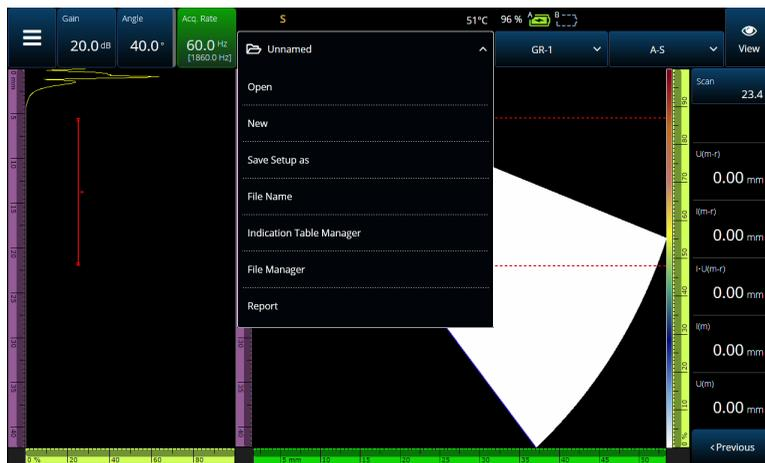
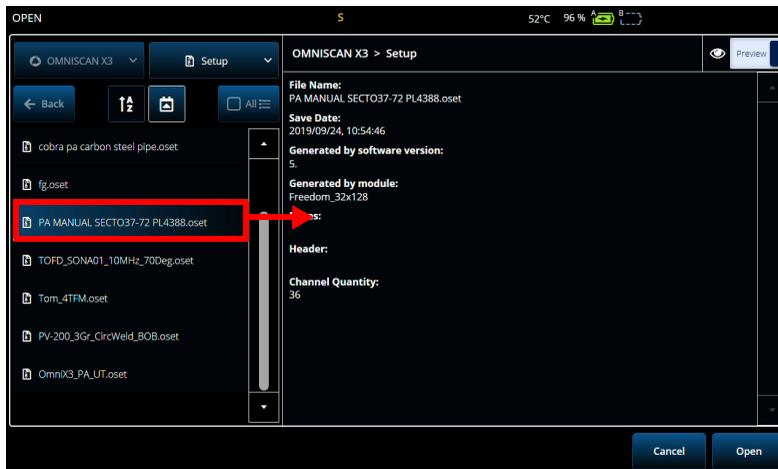

Abbildung 6-1 File Menü (Dateimenu)
Abbildung 6-2 Open Menu (Menü öffnen)
Prüfkonfigurationen und -daten werden mithilfe von Dateien verwaltet und organisiert und in Berichten dargestellt. Sie können das **File** (Datei) Menü nutzen, um auf mehrere Dateiparameter zuzugreifen, das **Report** (Bericht) Hilfsmittel und den **File Manager** [Dateimanager] (Abbildung 6-1 auf Seite 215).
- Um eine Konfigurationsdatei zu speichern, wählen Sie **Save Setup As** (Konfiguration speichern unter) im **File** Menü (Abbildung 6-1 auf Seite 215).
- Um eine Datei zu öffnen, wählen Sie **Open** im **File** Menü (Abbildung 6-1 auf Seite 215) und wählen Sie dann das Verzeichnis aus, in dem sich die Datei befindet. Sie können die Konfigurationsdatei oder Datendatei öffnen, indem Sie den Dateityp auswählen. Sie können die Dateien auch alphabetisch oder nach Datum mit dem **Filter** Symbol ordnen und eine Vorschau der ausgewählten Datei anzeigen (Abbildung 6-2 auf Seite 216).